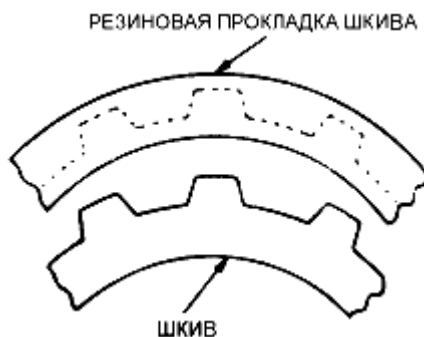

Рис.11.
- Подгоните новую прокладку шкива последовательно в возвышения и углубления шкива (рис. 11).